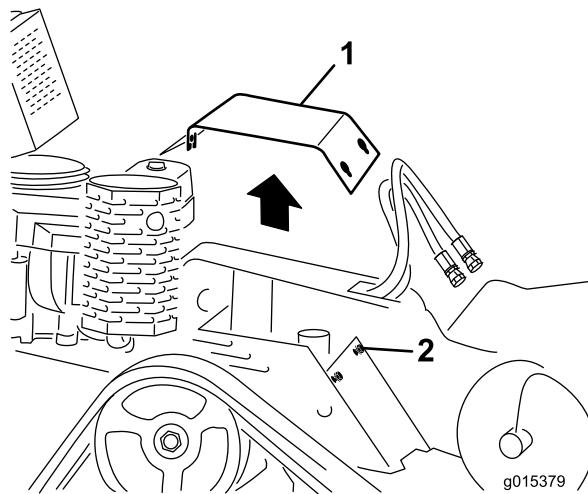

Figura 8
- A. Allentate un bullone posteriore (3/8 x 1 poll.) e i 2 bulloni anteriori (3/8 x 1-1/2 poll.) che fissano la piastra di copertura superiore alla macchina e rimuovete la piastra (Figura 8).
- E. Montate la piastra di copertura superiore sulla macchina (Figura 8) e serrate i 3 bulloni (diametro di 3/8 poll.) a una coppia di 38-45 N·m.